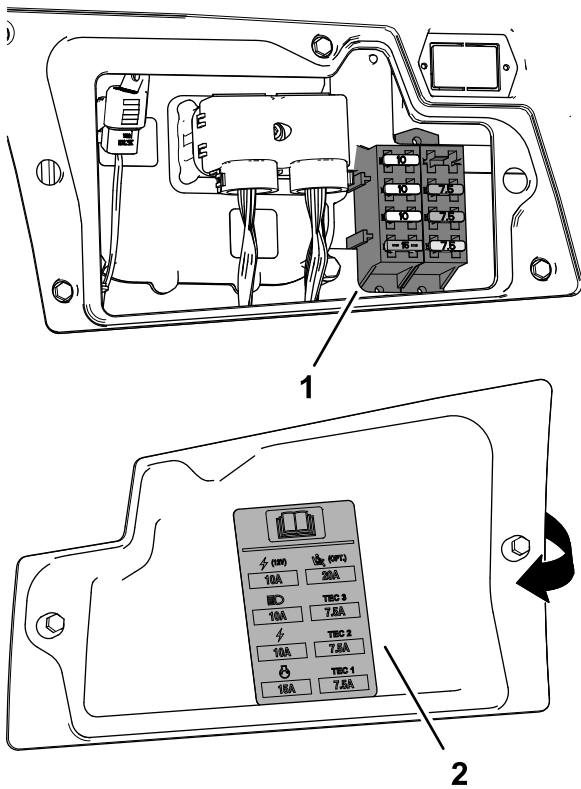

Figura 99
3. Cambie el fusible fundido (Figura 99) por otro del mismo tipo y amperaje.